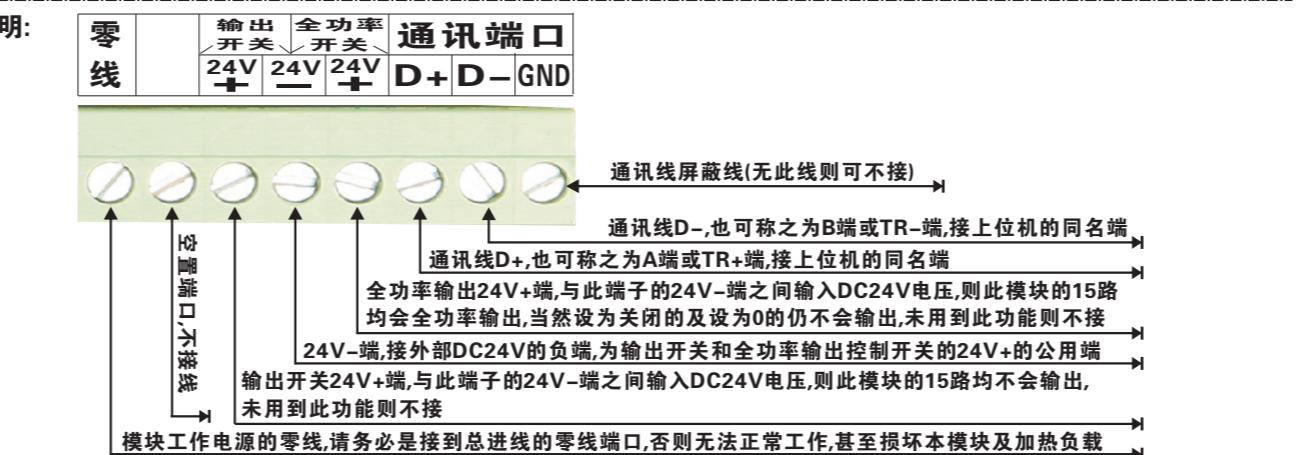

图5:三块模块联动受控接线实例图 (以 ZK7-15-1KW, 限于篇幅, 多块模块接法类同)
- 5.3.6:其它未述及注意事项详见样例接线附图及相关说明: 图4为模块功能分布图及说明; 图5为三块模块联动受控接线实例图;